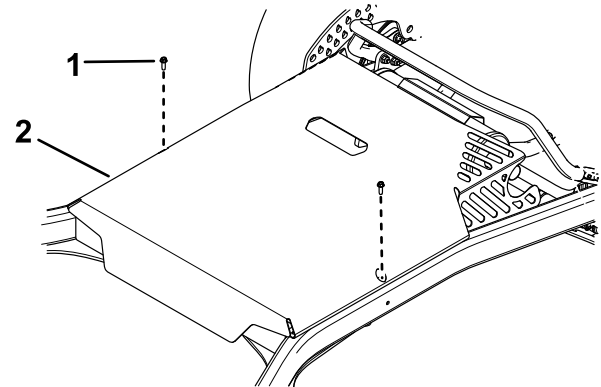

Figura 27
3. Togliete i 2 bulloni che fissano la protezione del piatto e rimuovete la protezione del piatto (Figura 27).